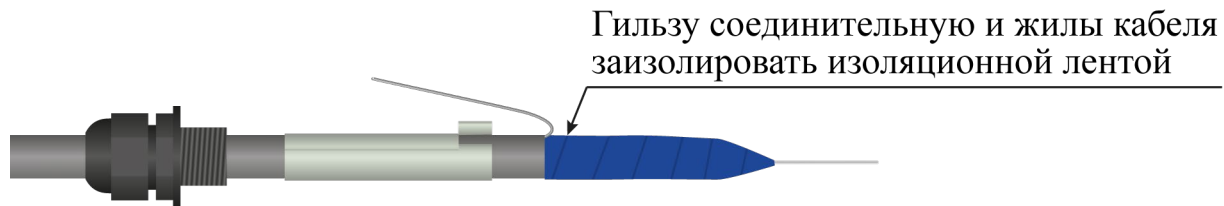

Рисунок 4.9
– гильзу соединительную и жилы кабеля ТППЭп заизолировать изоляционной лентой (рисунок 4.9);